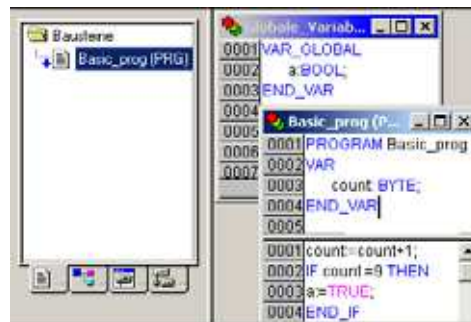

Abbildung 31: Programmbaustein für eine zyklische Task anlegen
- ▶ Sie können nun ein Programm eingeben. Im Programmbeispiel (Abbildung 31) wird die Variable „count“ hochgezählt. Beim Zählerstand = 9 wird a = TRUE.